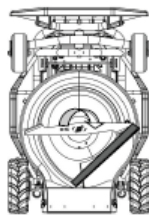

Figura 02
3. Utilizzare un blocco di legno o un dispositivo di posizionamento adeguato per mantenere la lama ferma, come mostrato nella Figura 02.